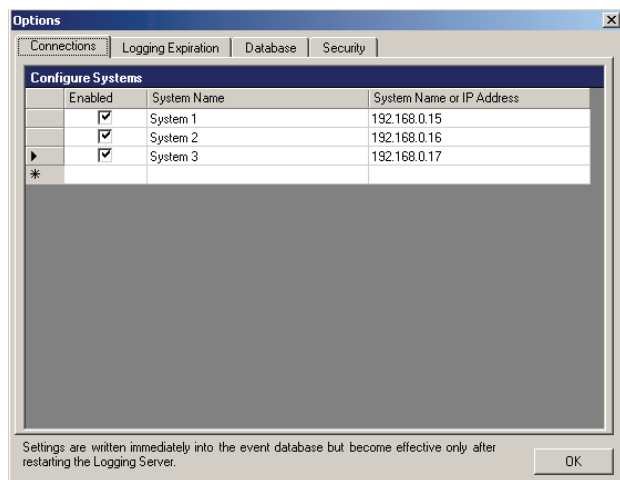

Abb. 56.10: System löschen (2)
- 2 Drücken Sie auf der Tastatur des PCs, auf dem der *Logging Server* läuft auf die Taste *Entf*. Das System wird von der Liste gestrichen (siehe Abb. 56.10 für ein Beispiel).